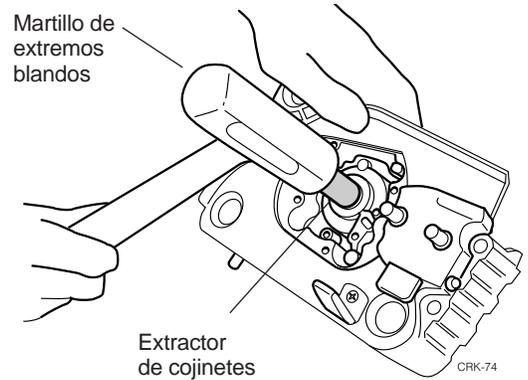

Figura 8.13 Extracción de un cojinete con un extractor
Paso 1. Con un extractor de cojinetes apropiado y un martillo de extremos blandos extraiga con cuidado cada cojinete de su alojamiento en el cárter. (Figura 8.13)